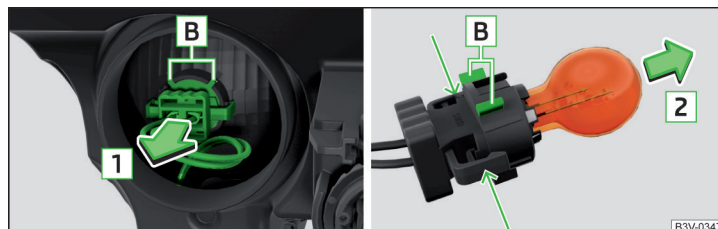

Fig. 263 Înlocuirea becului luminii de semnalizare
- › Scoateți soclul împreună cu becul, prin mișcări pendulatorii, în sensul săgeții **1** » fig. 263.